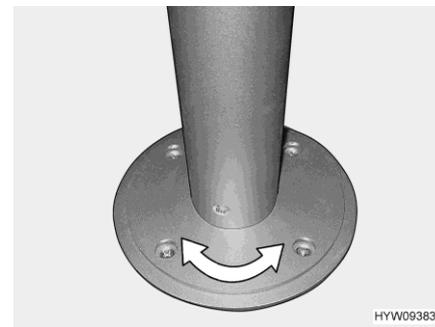

Fig. 65 Piede del tavolo a colonna (girevole)
- Ruotare il piano del tavolo nella posizione desiderata. A tale scopo occorre esercitare abbastanza forza, poiché il piano del tavolo ruota incontrando resistenza di attrito sul piede del tavolo a colonna (Fig. 65).